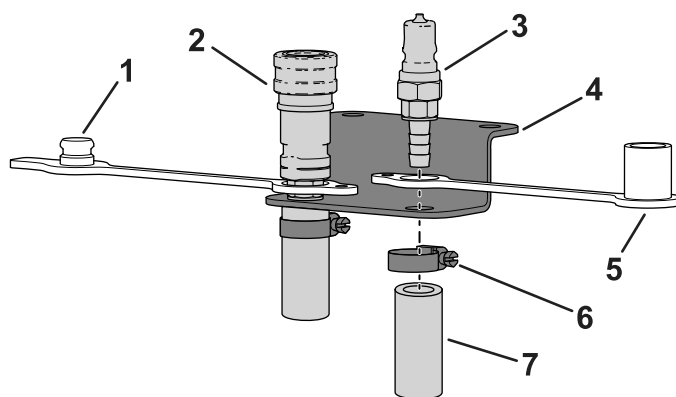

Figura 15
3. Coloque el tapón guardapolvo en el extremo dentado del conector hembra e introdúzcalo en el taladro izquierdo del soporte de las mangueras (Figura 15).
4. Coloque el capuchón guardapolvo en el extremo dentado del conector macho, e introdúzcalo en el taladro derecho del soporte de las mangueras (Figura 15).
5. Coloque una abrazadera sobre cada manguera (Figura 15).
6. Introduzca la manguera de alimentación en el extremo dentado del conjunto de conector hembra y utilice la abrazadera para sujetarlo al soporte de las mangueras (Figura 15).
7. Introduzca la manguera de retorno en el extremo dentado del conjunto de conector macho y utilice la abrazadera para sujetarlo al soporte de las mangueras (Figura 15).